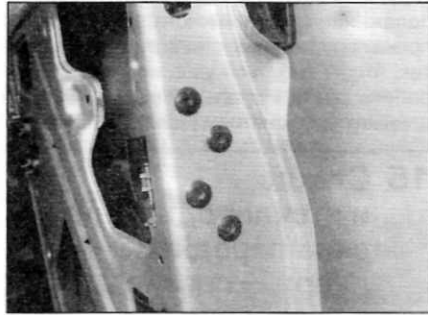

Рис. 14.12. Выверните четыре болта крепления замка в сборе к двери
- 12 Выверните четыре болта крепления замка к двери (рис. 14.12).